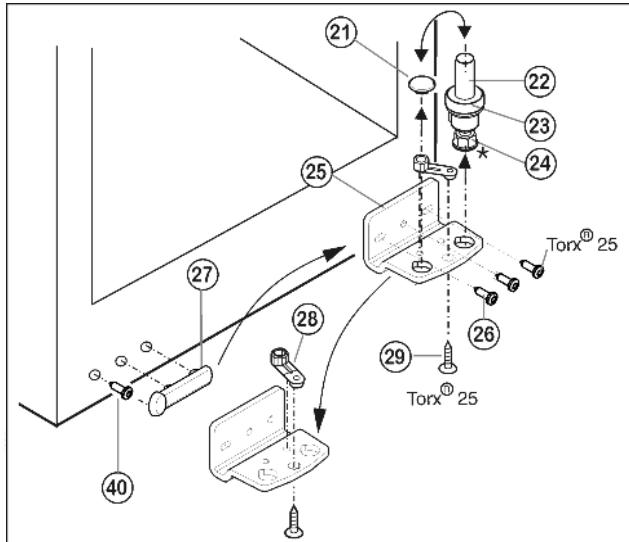
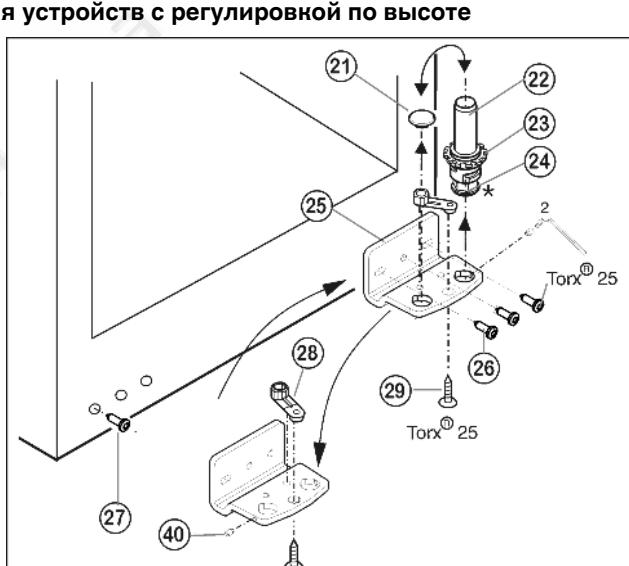

Fig. 5
Fig. 6
- Извлеките опорный винт Fig. 5 (22) в комплекте с шайбой Fig. 5 (23) и регулируемой опорой* Fig. 5 (24), вытягивая его вверх.
- Снимите пробку Fig. 5 (21).
- Открутите Fig. 5 (26) опорный кронштейн Fig. 5 (25).
- Открутите Fig. 5 (29) опорную деталь Fig. 5 (28) и, переставив в отверстие на противоположной стороне опорного кронштейна, снова прикрутите.
- Осторожно снимите и переставьте на противоположную сторону крышку со стороны ручки Fig. 5 (27) и винт Fig. 6 (40).
- Снова прикрутите опорный кронштейн Fig. 5 (25) на новой стороне шарнира (**с моментом 4 Нм**). При необходимости используйте аккумуляторный шуруповерт.
- Переставьте пробку Fig. 5 (21) в свободное отверстие.
- Вновь установите опорный винт Fig. 5 (22) в комплекте с шайбой и регулируемой опорой*. При этом фиксатор должен быть направлен назад.
- Отвинтите установочный винт Fig. 6 (40) приблизительно на один оборот прилагаемым торцевым ключом.
- Извлеките опорный винт Fig. 6 (22) в комплекте с шайбой Fig. 6 (23) и регулируемой опорой* Fig. 6 (24), вывинчивая его вверх.
- Снимите пробку Fig. 6 (21).
- Открутите Fig. 6 (26) опорный кронштейн Fig. 6 (25).
- ▶ Полностью выкрутите установочный винт Fig. 6 (40) и вкрутите на противоположной стороне на нижнем опорном кронштейне, чтобы он был заподлицо с этим кронштейном.
- ▶ Открутите Fig. 6 (29) опорную деталь Fig. 6 (28) и, перевставив в отверстие на противоположной стороне опорного кронштейна, снова прикрутите.
- ▶ Переставьте пробку Fig. 6 (21) в свободное отверстие.
- ▶ Выкрутите болт Fig. 6 (27) и переставьте его на противоположную сторону.
- ▶ Снова прикрутите опорный кронштейн Fig. 6 (25) на новой стороне шарнира (**с моментом 4 Нм**). При необходимости используйте аккумуляторный шуруповерт.
- ▶ Вновь установите опорный винт Fig. 6 (22) в комплекте с шайбой и регулируемой опорой*.
- ▶ Затяните установочный винт Fig. 6 (40).
- ▶ Установите дверцу сверху на нижний опорный палец Fig. 6 (22).
- ▶ При необходимости выровняйте дверцы через два продольных паза в нижнем опорном кронштейне Fig. 6 (25) параллельно корпусу устройства. Для этого выкрутите средний винт.